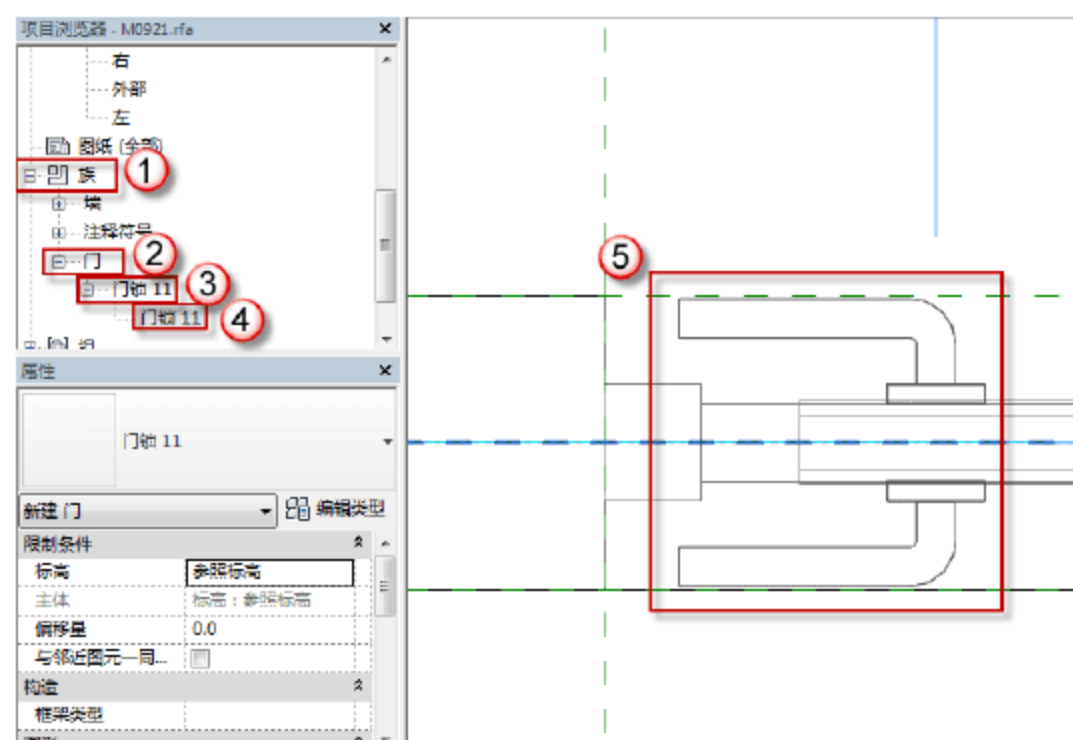
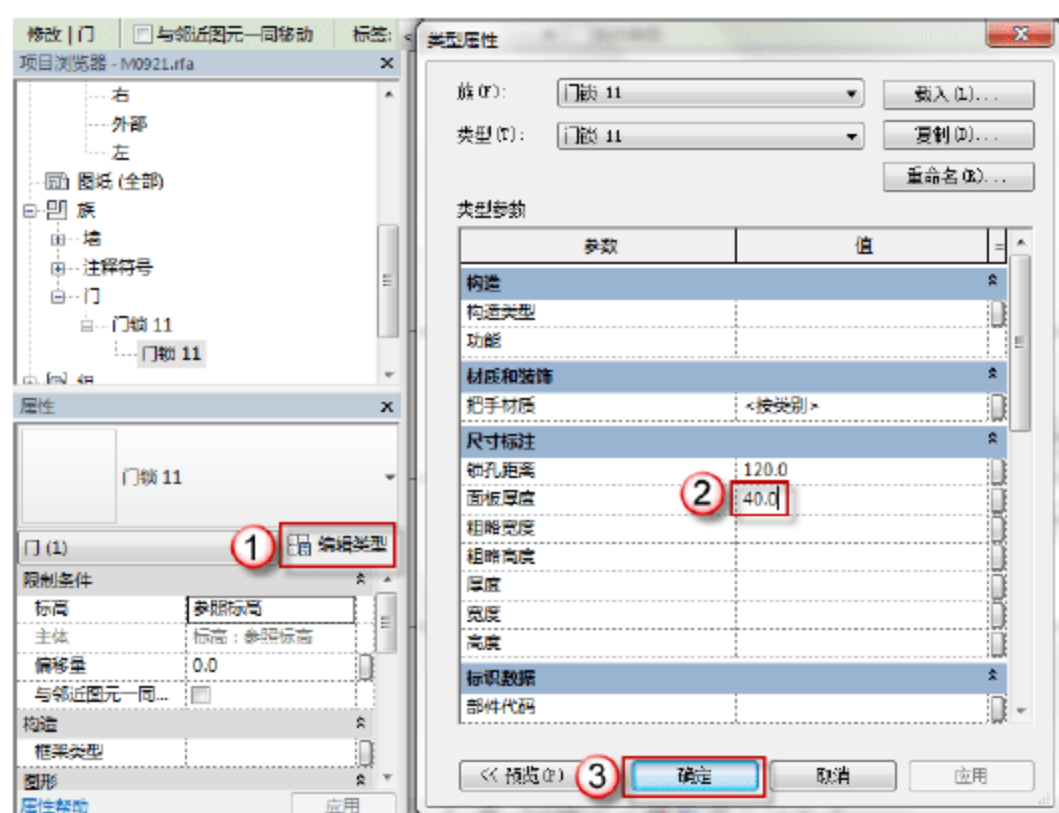

图 6.1.36 绘制门锁
图 6.1.37 修改“门锁 11”的面板厚度
(34) 绘制门锁。选择“项目浏览器”中的“族”→“门”→“门锁 11”选项，单击门锁 11 并将其拖动至绘图区域如图 6.1.36 所示，按 Esc 键取消插入族命令。单击“属性”面板中的“编辑类型”按钮，弹出“属性类型”对话框，在“尺寸标注”栏的“面板厚度”中输入“40”字样，单击“确定”按钮，如图 6.1.37 所示。